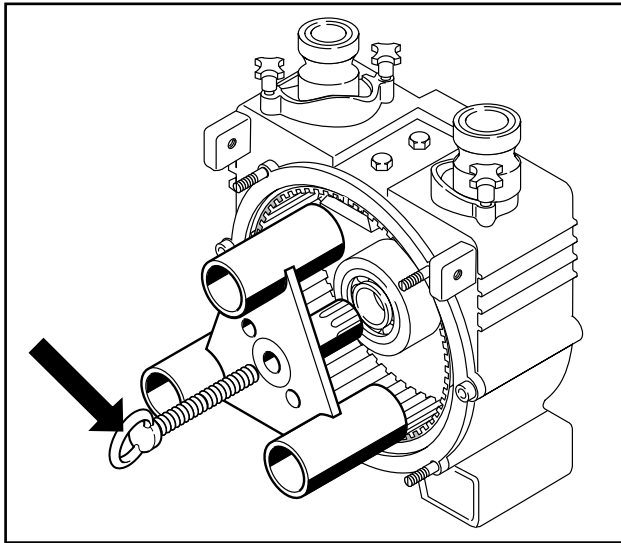

Рис. 10 Демонтаж ротора
## 5.2 Замена подающего шланга (также см. рис. 10–13, стр. 25)
6. Вывинтите роторные винты (деталь № 1018, рис.8). Отожмите ротор, используя отверстия для отжимного винта M 10 и стопорного винта (рис. 10).